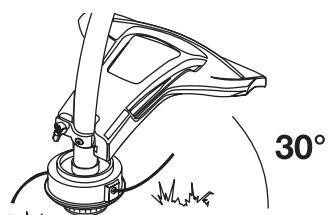

Fig. 12
La coupe décorative consiste à déblayer la végétation autour des arbres, des bornes, des clôtures, etc. Tournez entièrement l'appareil de manière à ce que l'accessoire de coupe soit à un angle de 30° par rapport au sol (Fig. 12).
1. Tenez la bobine extérieure d'une main et dévissez le bouton de butée vers à droite (Fig. 12). Inspectez le boulon à l'intérieur du bouton de butée pour vous assurer qu'il se déplace librement. Remplacez le bouton de butée s'il est endommagé.